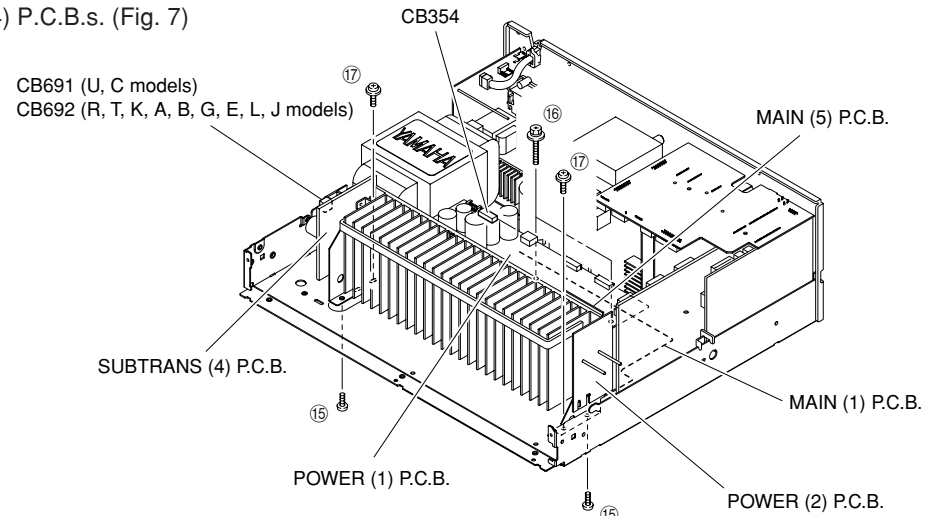

Fig. 7
7. Removal of MAIN (1), (5), POWER (1), (2) and SUBTRANS (4) P.C.B.s
- Remove connector CB354 CB691 (U, C models)/CB692 (R, T, K, A, B, G, E, L, J models). (Fig. 7)
- Remove 2 screws (15). (Fig. 7)
- * Arrow marks (→) are printed to identify the screws (15) to be removed.
- Remove 2 screws (16) and 2 screws (17). (Fig. 7)
- Remove the MAIN (1), (5), POWER (1), (2) and SUBTRANS (4) P.C.B.s. (Fig. 7)
7. MAIN(1)、(5)、POWER(1)、(2)、SUBTRANS(4) P.C.B.の外し方
- CB354、CB692を外します。(Fig. 7)
- 15のネジ2本を外します。(Fig. 7)
- 16のネジ2本、17のネジ2本を外します。(Fig. 7)
- MAIN(1)、(5)、POWER(1)、(2)、SUBTRANS(4) P.C.B.を取り外します。(Fig. 7)